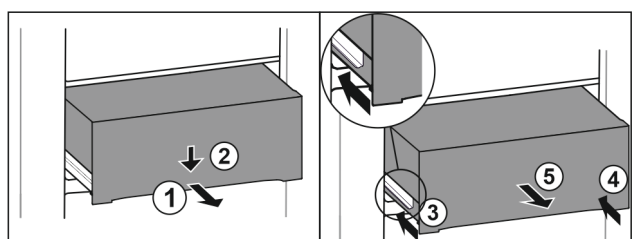

Fig. 59
- ▶ Schubfach halb herausziehen. Fig. 59 (1)
- ▶ Schubfach an der Vorderseite nach unten drücken. Fig. 59 (2)
- ▶ Linke Schiene etwa 2 cm einschieben. Fig. 59 (3)
- ▶ Rechte Schiene etwa 2 cm einschieben. Fig. 59 (4)
- ▶ Schubfach nach vorne entnehmen. Fig. 59 (5)